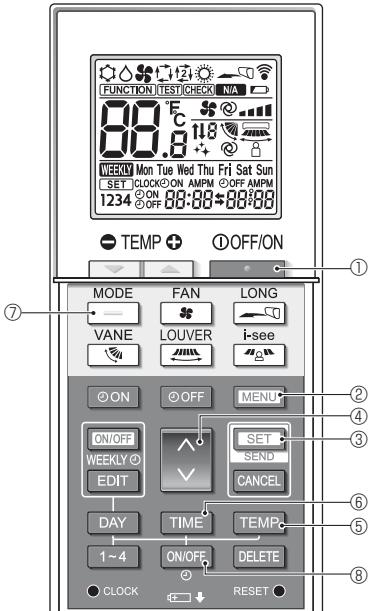

Fig. 4-10
Het functie-instellingsscherm wordt weergegeven en het functienummer Ⓐ knippert. (Fig. 4-10)
- Druk op de toets ⑩.
• Het functienummer Ⓐ knippert. (Fig. 4-10)